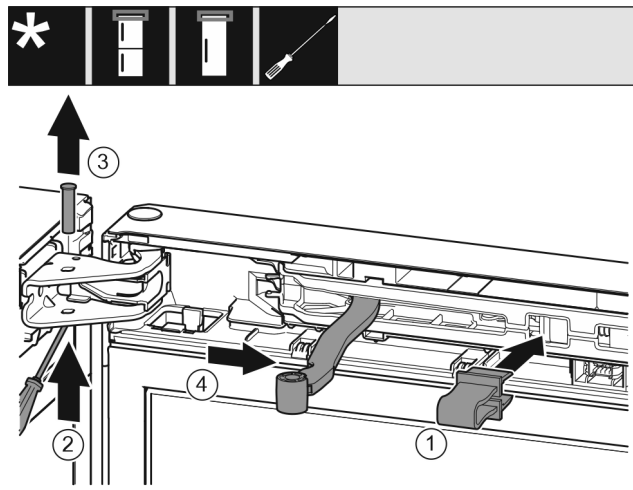

Fig. 11
- ▶ 将安全装置卡入开口。 Fig. 11 (1)
- ▶ 用螺丝刀将螺栓推出。 Fig. 11 (2)
- ▶ 向上取出螺栓。 Fig. 11 (3)
- ▶ 将铰链转向门的方向。 Fig. 11 (4)